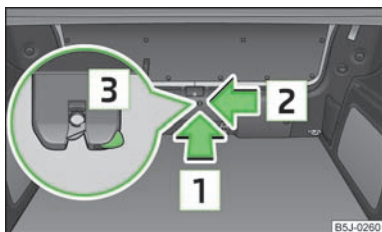

Fig. 17
- Insérez un tournevis ou un outil similaire dans l'ouverture de l'habillage dans le sens de la flèche  » fig. 17 jusqu'en butée.